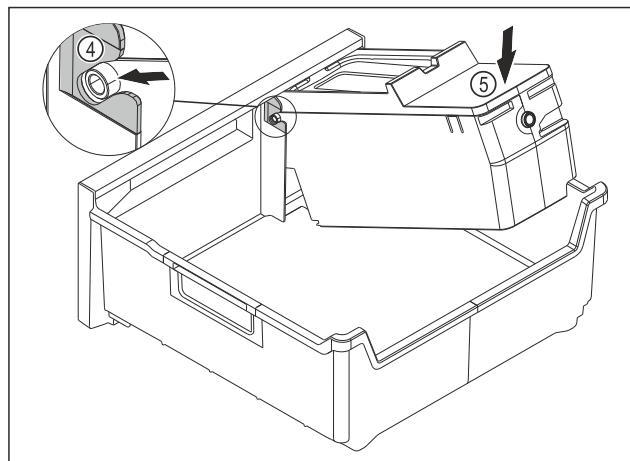

Fig. 140
- ▶ Montirajte glavni del EasyTwist-Ice: Osi glavnega dela EasyTwist-Ice potisnite v vodila Fig. 140 (4).
- ▶ Glavni del EasyTwist-Ice Fig. 140 (5) potisnite zadaj navzdol.